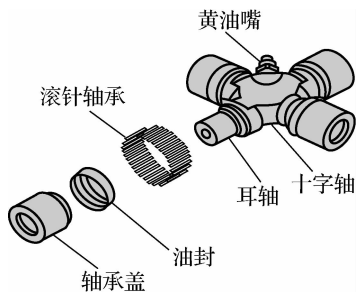

图 6-55 十字万向节的结构
(1)检查万向节滚针轴承、轴承盖与十字轴的磨损情况,以及黄油嘴是否完好,如图 6-55 所示。